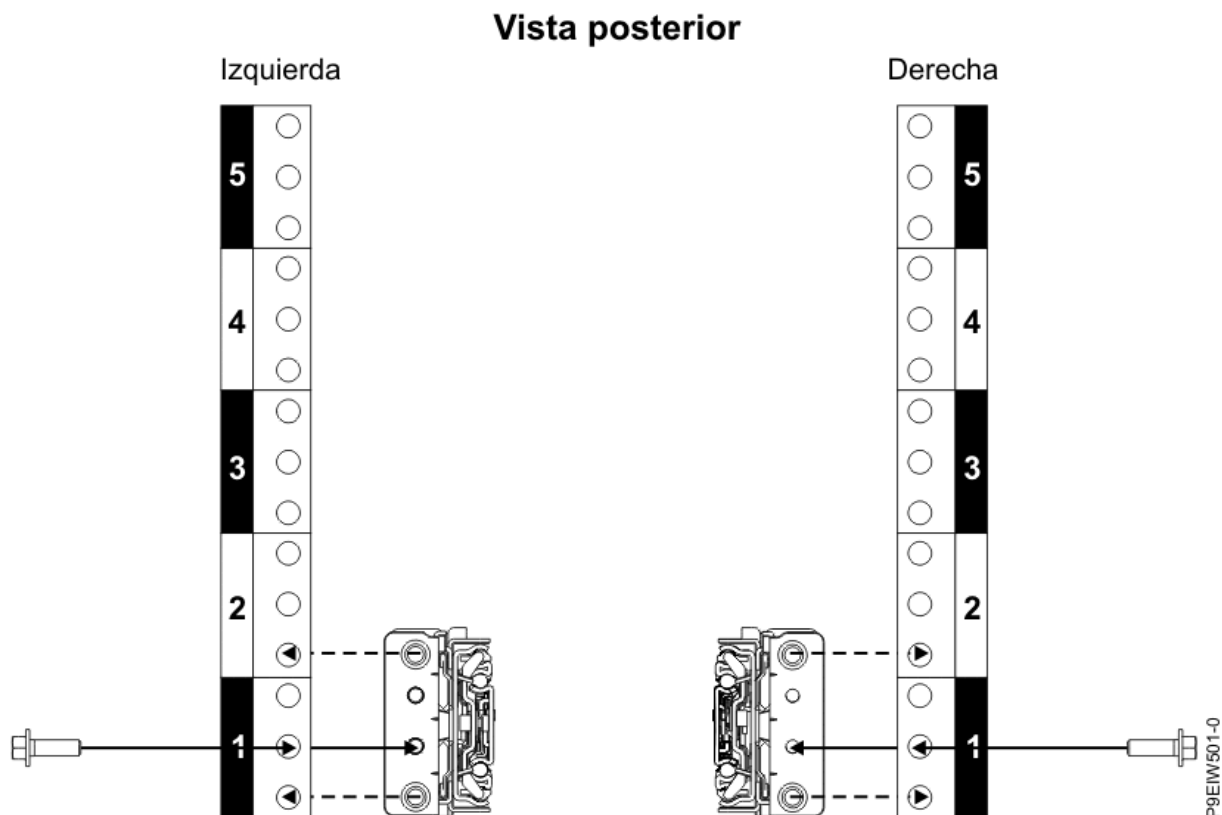

Figura 5: Fijación de los rieles deslizantes a la parte posterior del bastidor
10. Fije los rieles deslizantes izquierdo (**B**) y derecho (**C**) con un tornillo M5x16mm (**A**), tal como se muestra en la Figura 5 en la página 7. Inserte y apriete cada tornillo en el orificio del reborde de rosca, ubicado en el agujero central de la unidad de bastidor de EIA inferior.